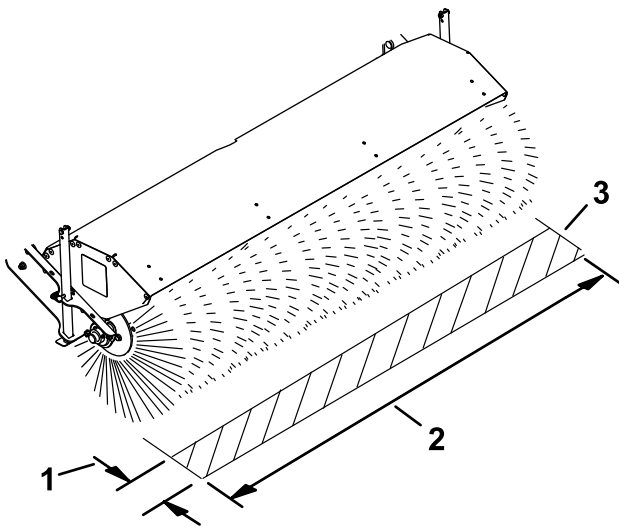

Figura 16
5. Asegúrese de que el área barrida sea equivalente a la longitud de la barredora y a un ancho máximo de 51 a 102 mm (2" a 4") como se muestra en Figura 16.